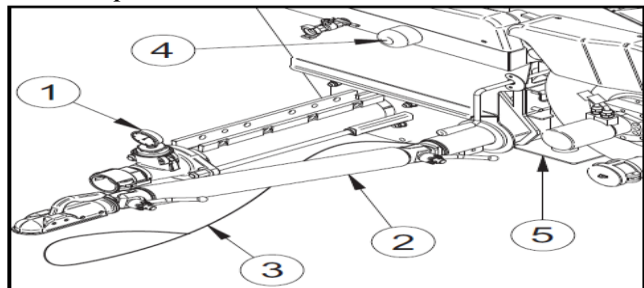

Fig. 2
⚠ Deconectați conductele doar după ce ați oprit presiunea în interior, rotind pompa cu șuruburi în sens invers; manometrul (fig. 2, ref. 1) trebuie să indice o presiune de 0 bar.
Înainte de a remorca pompa, poziționați biela corect (Fig. 2, ref. 2), astfel încât punctul de cuplare, cu pompa în poziție orizontală, ultimul element al bielei cu cârligul, să fie în poziție orizontală la înălțimea cârligului de remorcare, strângeți elementele bielei, agățați cablurile de siguranță (Fig. 2, ref. 3) și cablul de iluminare (Fig. 2, ref. 4), ridicați și blocați piciorul de sprijinire (Fig. 2, ref. 5), verificați presiunea de umflare a roților și funcționarea luminilor, verificați să nu rămână materiale străine pe sau în interiorul utilajului (sită, saci de ciment, conducte, unelte, etc.) și asigurați-vă că utilajul este în ordine.